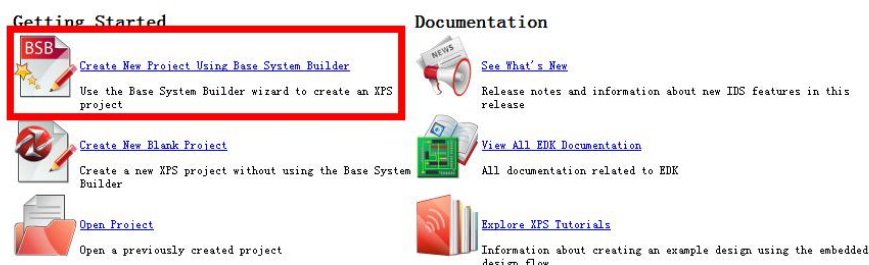

图 2：新工程建立界面
**1-1-2.** 点击 **Create New Project Using Base System Builder** 来打开新工程建立向导。会出现一个 **Create New XPS Project Using BSB Wizard** 对话框，如图 2。